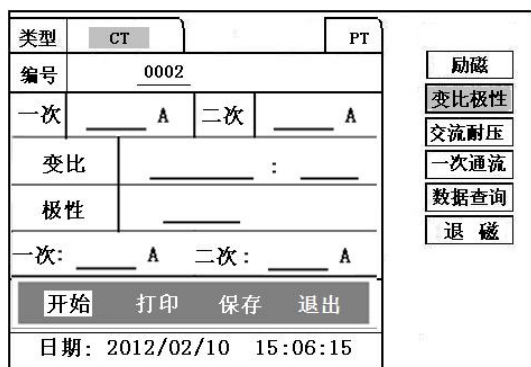

图 12, CT 变比极性测试界面
1) 参数设置：测试界面见图 12。
测试界面，如图 12。设置完成后，合上“功率开关”，移动光标至“开始”选项，按下控制器，试验即开始。